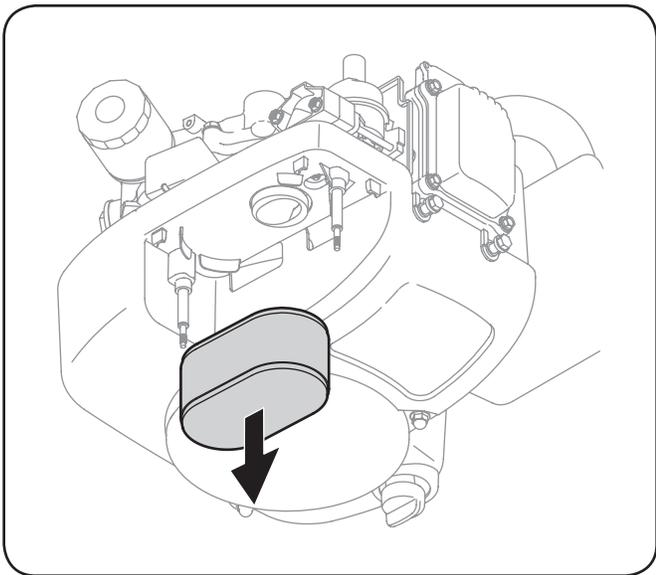

Figure 6-5
3. Mesurez l'écartement de la bougie avec une jauge d'écartement. Ajustez au besoin en pliant l'électrode de côté. Voir la Figure 6-5. L'écartement doit être de 0,024 à 0,031 po.
2. Enlevez le couvercle du filtre à air. Voir Figure 6-5.